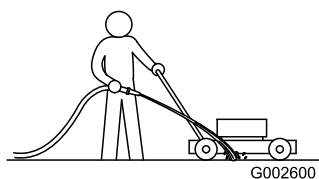

Figura 34
1. Collocate il tosaerba su una superficie piana pavimentata, con il motore acceso, e spruzzate un getto d'acqua davanti alla ruota **destra** posteriore (Figura 34).